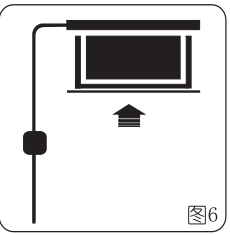

图6
**收回投影幕(图6)** 收回幕布时请按控制开关上端“一”号位，幕布自动向上卷回壳内，并直到幕布全部收回时会自动停止。